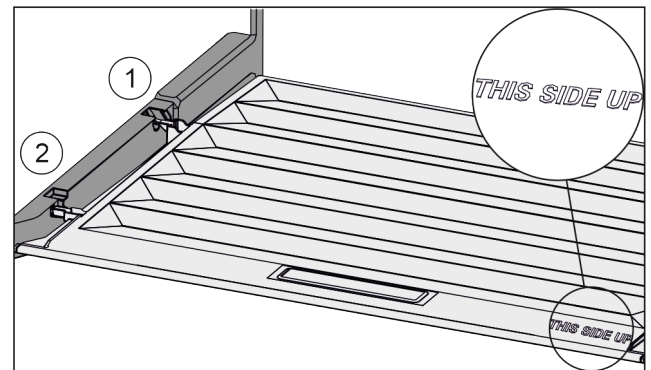

Fig. 61
- ▶ Inserire le nervature del coperchio attraverso l'apertura del supporto posteriore Fig. 61 (1) e innestare anteriormente nel supporto Fig. 61 (2).